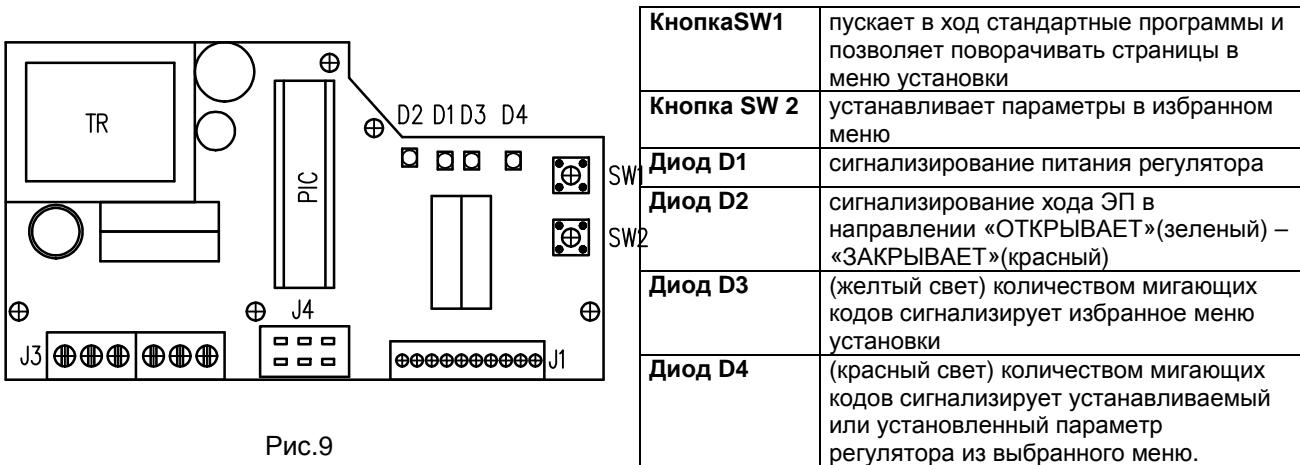

Рис.9
4.7 Настройка регулятора положения (рис.9)
Размещение устанавливающих и сигнализирующих элементов на доске регулятора REGADA находится на рис.9: